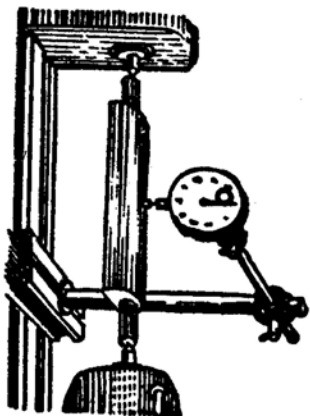

FIG. 210
- 3.º) A excentricidade será igual à metade do máximo desvio acusado pelo indicador. (Veja fig. 210)